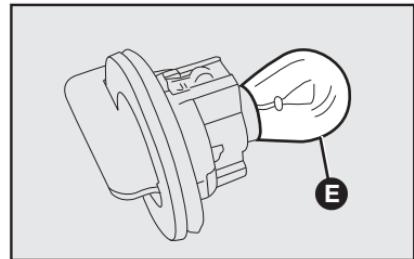

fig. 17
- 2) Retirar a lâmpada **E**-fig. 17, empurrando-a um pouco e girando-a em sentido antihorário.